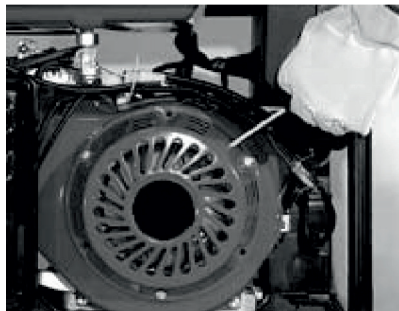

Рис. 12
4. Для пуска двигателя электростанции медленно потяните за рукоятку ручного стартера до появления ощутимого сопротивления (рис. 12), затем резко дерните рукоятку на себя и, не отпуская, плавно верните ее в исходное положение.